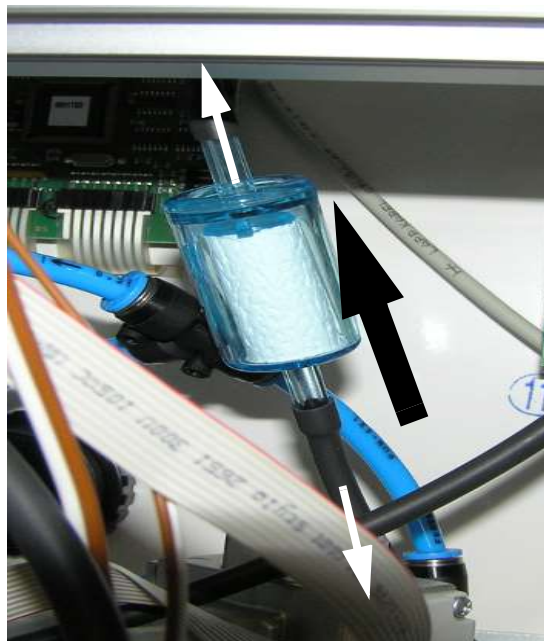

Abb. 54: Gasfilter
- Ziehen Sie die Anschlussschläuche des alten Filters von den Anschlüssen ab (siehe weiße Pfeile in Abb. 54).